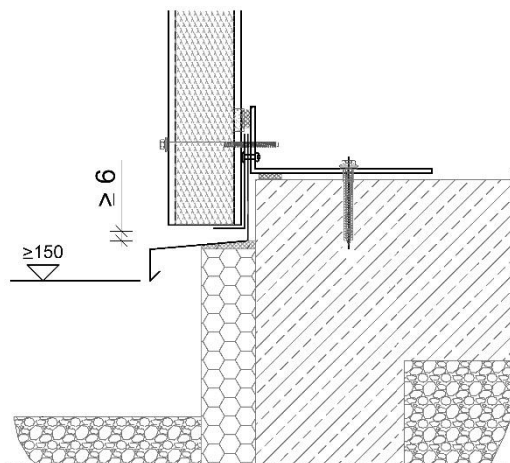

Bild 5: Sockelanschluss PU-Sandwich
- ≥ 6 mm: Tropfprofil zur Deckschale des Sandwichelementes (Bild 5).